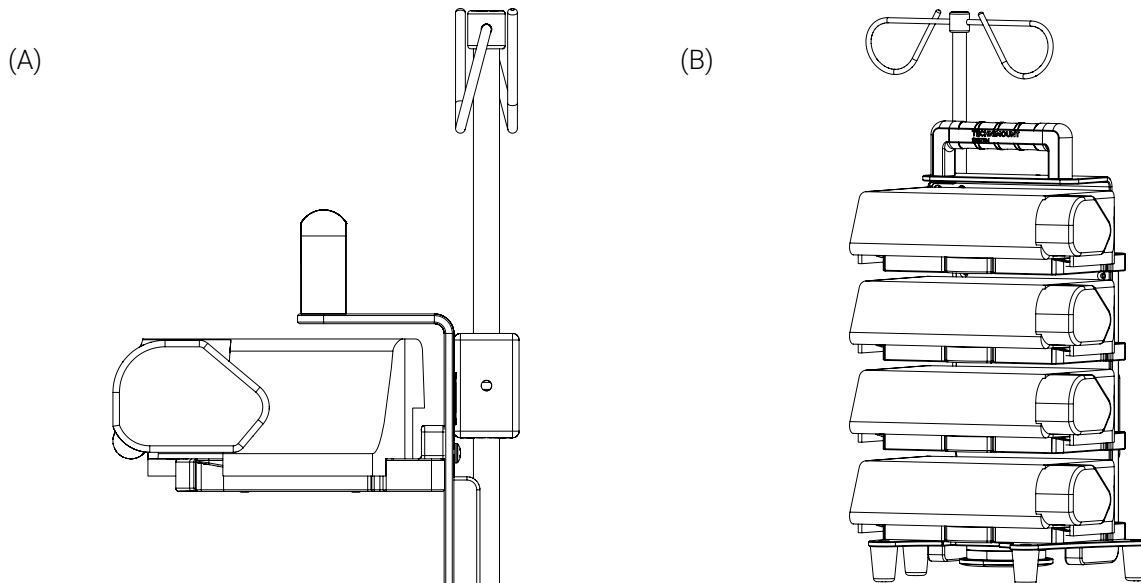

Figure 7: Pompe(s) installée(s) sur le support de fixation
4. Répéter les étapes 1 à 3 pour l'installation d'un maximum de quatre (4) pompes (Figure 7) au besoin.